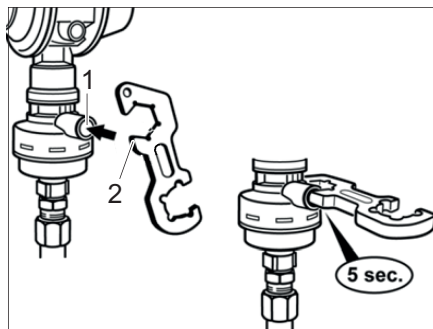

Bild 255 Krocksensor
- Tryck med skruvhjälpmiddel (Bild 255,2) eller ett liknande lämpligt föremål in armeringsknappen (Bild 255,1) och håll kvar i 5 sekunder.